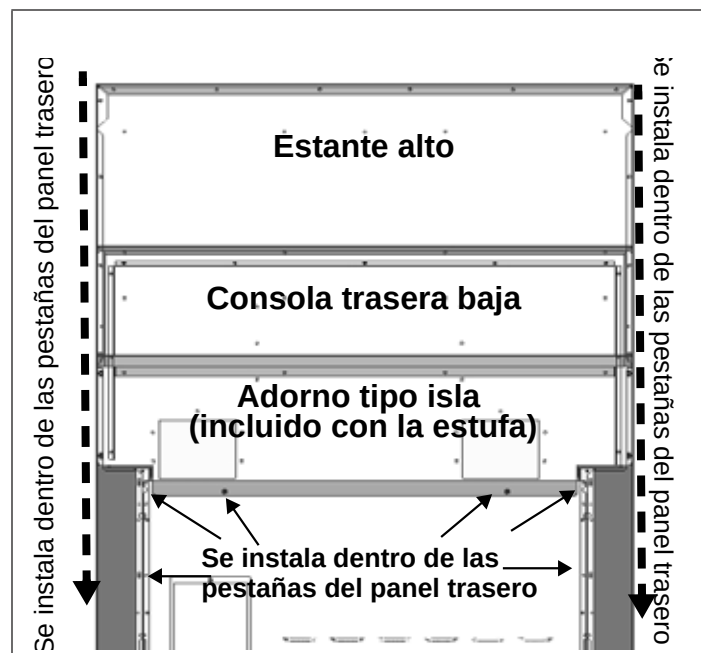

FIGURA 18: INSTALACIÓN DE LA CONSOLA TRASERA BAJA
3. En el lugar indicado en la Figura 18, fije los soportes inferiores proporcionados con el estante guarda-caliente a través de la consola trasera de protección en los travesaños de pared.